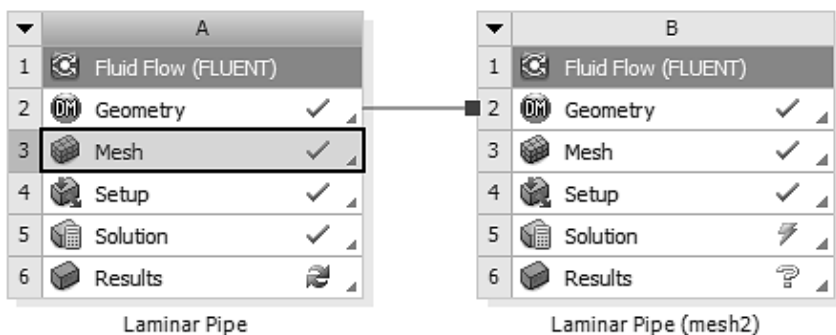

Рис. 1.83
- 2) Появится новая страница проекта. Переименуем ее в Laminar Pipe (mesh2), рис. 1.83.